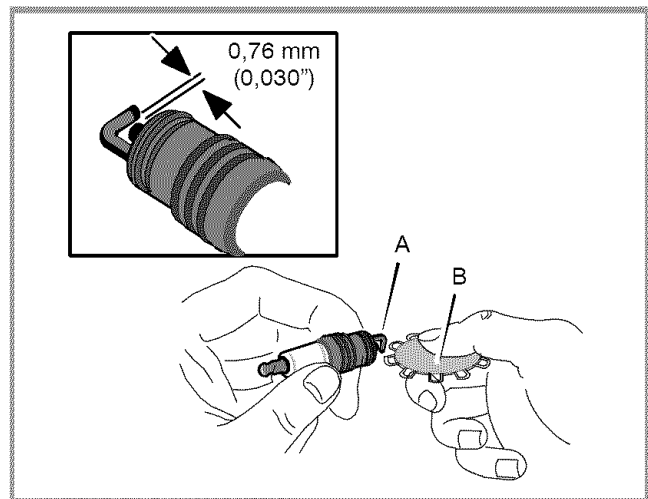

Figura 19: Revise la bujía
Revise la bujía cada 100 horas de operación de la unidad. Reemplace la bujía si al realizar una inspección encuentra que el electrodo (A) está quemado o gastado. Asegúrese de que la bujía esté limpia. Controle el entrehierro de la bujía usando un calibre (B). Si es necesario, vuelva a establecerlo en 0,76 mm (0,030"). Ver Figura 19.